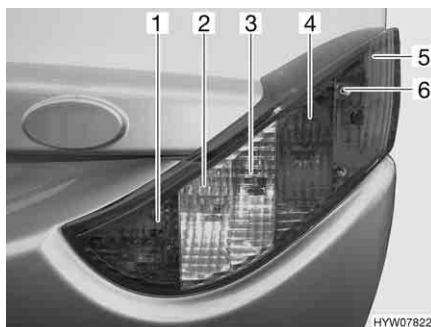

Fig. 106 Luci posteriori (lato anteriore)
- Svitare le tre viti ad esagono cavo (Fig. 106,6).